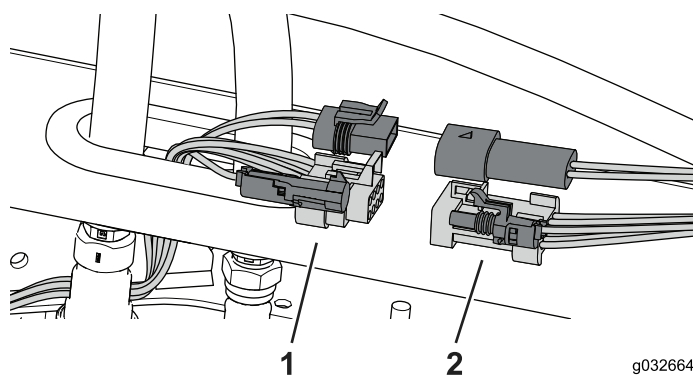

Рисунок 108
- Отсоедините жгут проводов машины от жгута проводов кабины (Рисунок 108).